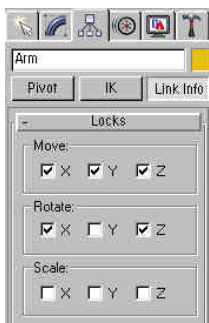

图11-8 Locks卷展栏中的设置
9) 使水平机械臂处于被选择状态, 单击层级命令面板的 Link Info按钮, 在Locks卷展栏中, 勾选Move下面的X、Y、Z, 勾选Rotate下面的X和Z, 如图11-8所示。